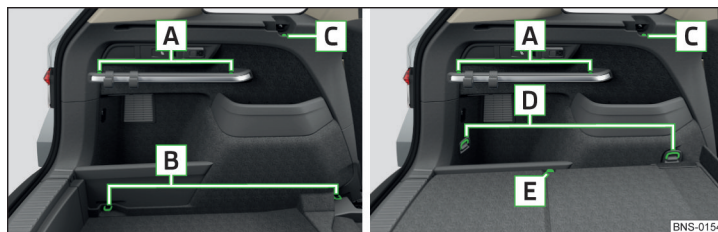
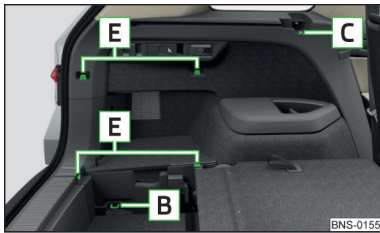

Fig. 142 Éléments de fixation : version 1 / version 2
Fig. 143
Aperçu des éléments de fixation » fig. 142 et » fig. 143
Sur les versions cinq places équipées du sol de chargement variable et de la roue de secours, les œillets d'arrimage **D** peuvent être utilisés pour la fixation de la sacoche en longueur » fig. 142 à la page 112.
- Pour les véhicules avec le fond de chargement variable, enclencher les mousquetons dans les œillets d'arrimage **D** » **fig. 142** à la page 112.